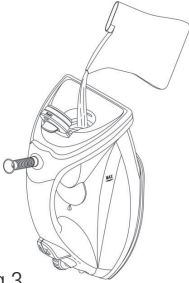

Abbildung 3
4. Halten Sie das Bügeleisen mit der Stellfläche nach oben und befüllen Sie es bis zur maximalen Anzeige mit Wasser (Abb. 3).